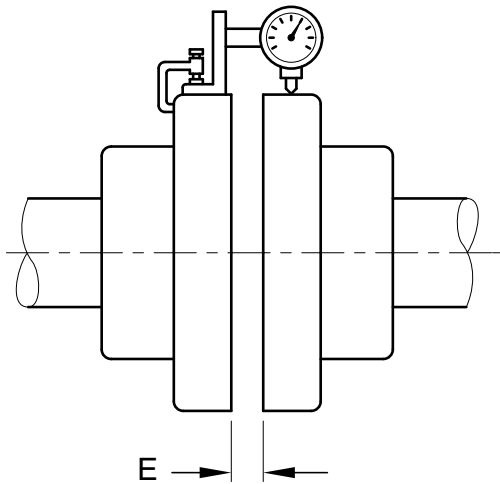

Bild 8: Radialmessung (Mittenversatz)
4.2.3.2 Radialmessung (Bild 8)